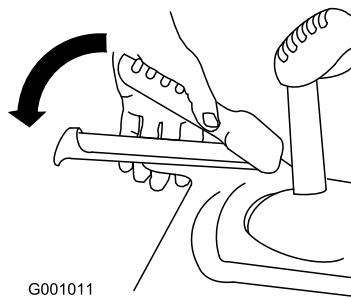

Figura 29
- Per innestare il comando della trazione premete la leva sinistra (trazione) contro l'impugnatura (Figura 29).